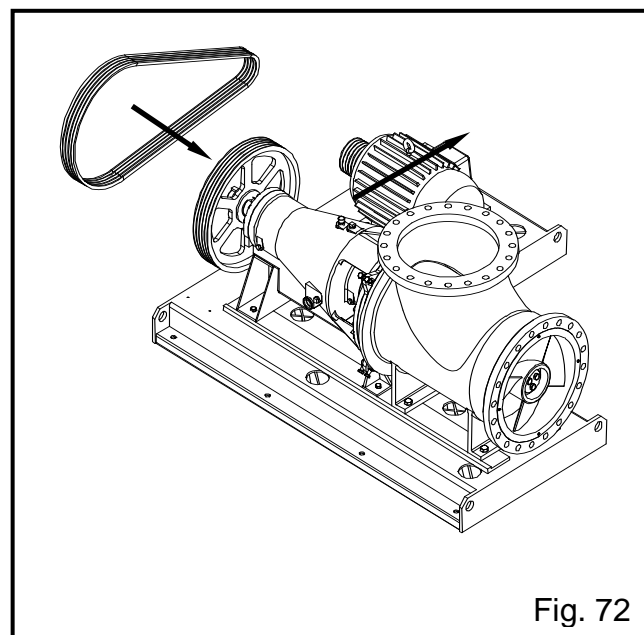

Fig. 72
22. Poser les courroies trapézoïdales et les retendre en déplaçant le socle coulissant à l'opposé de la pompe. Régler et vérifier la tension selon les instructions du fabricant de l'entraînement, voir Fig. 72.